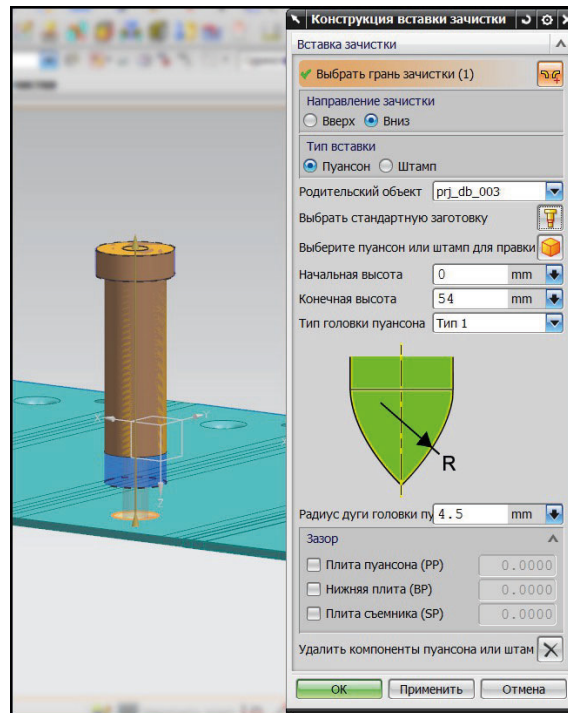

Рис. 10.19. Пуансон отбортовки
- Настройте геометрические размеры выбранного пуансона отбортовки. В разделе **Подробная** окна диалога **Управление стандартными деталями** установите следующие размеры (размеры для удобства нанесены на эскизе детали в информационном окне): диаметр посадочной части  $D$  12 мм, диаметр головки пуансона  $H$  15 мм. Остальные параметры можно оставить без изменения. Длина пуансона определена выражением, связывающим толщину плит пакета и глубину захода пуансона в матрицу. Нажмите кнопку **ОК**. Результат приведен на рис. 10.19.